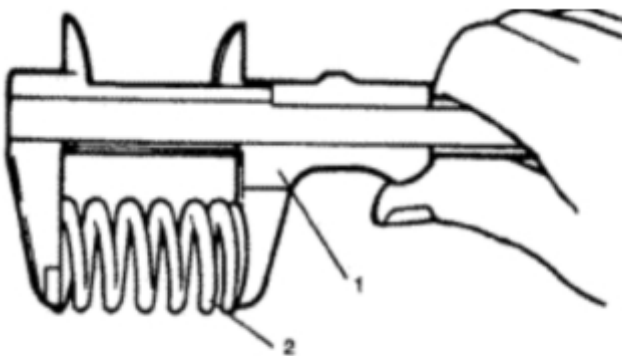

图 3-39 检查气门弹簧的自由长度
(1)检查气门弹簧的自由长度L。用游标卡尺1测量气门弹簧2的自由长度(如图3-39所示)。其检查亦可用新旧弹簧对比的经验方法进行。自由长度小于使用限度1.3-2mm时,应更换新件。